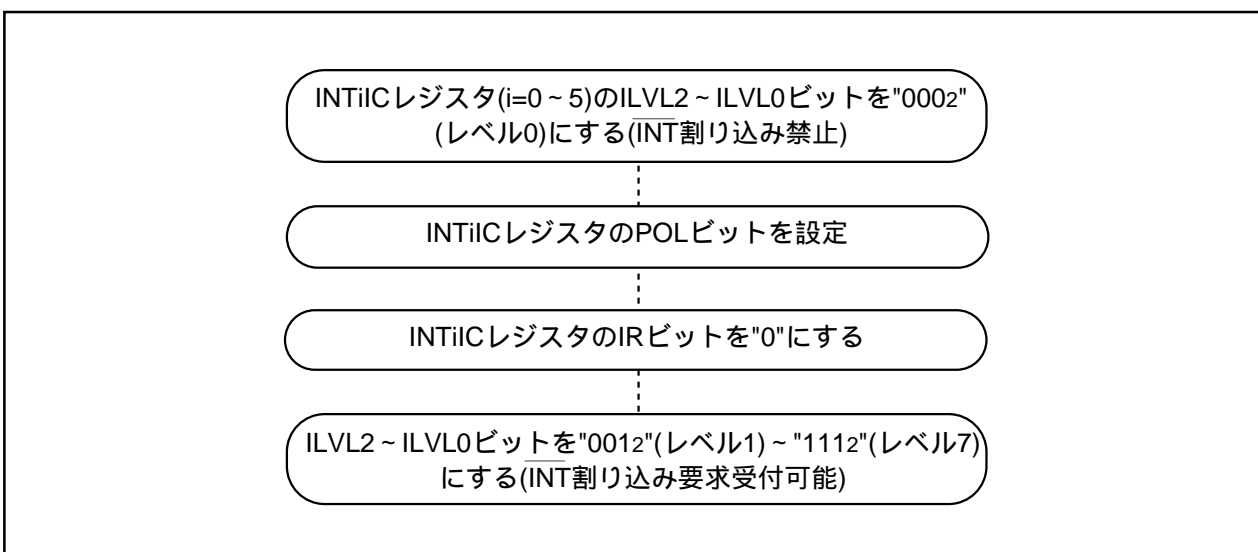

図26.3 $\overline{\text{INT}}$ 割り込み発生要因の切り替え手順例
- $\overline{\text{INT0}} \sim \overline{\text{INT5}}$ 端子の極性を切り替えるときにIRビットが“1”(割り込み要求あり)になることがあります。切り替えた後、IRビットを“0”(割り込み要求なし)にしてください。図26.3に $\overline{\text{INT}}$ 割り込み発生要因の切り替え手順例を示します。